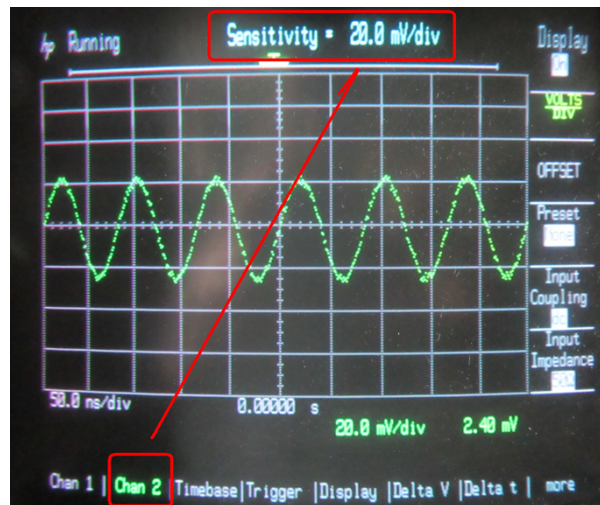

图 12. Sensitivity = XXX 显示在屏幕的上方
- 2) 这时看到 Sensitivity = XXX 显示在屏幕的上方(图 12)